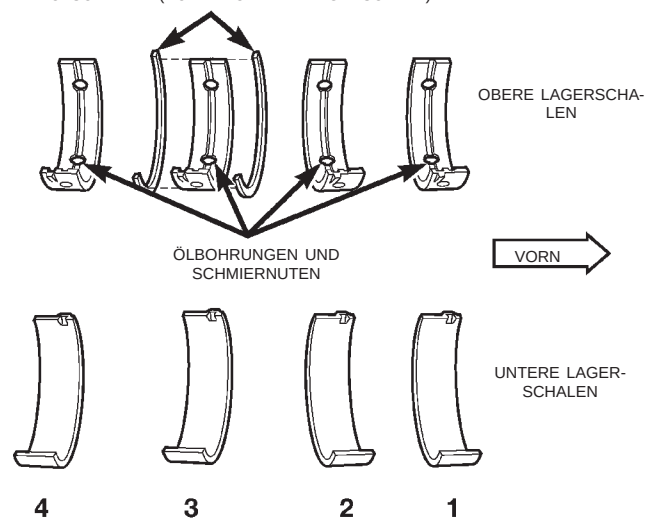

Abb. 72 Kennzeichnung der Hauptlagerschalen
- (1) Obere Hauptlagerschalen mit Motoröl schmieren (Abb. 72).